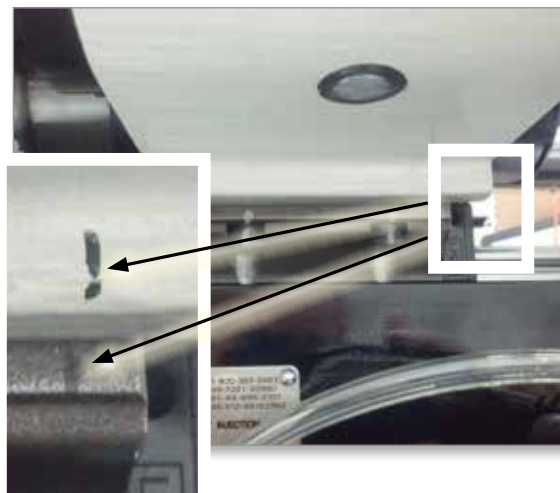

Abbildung 9-5 Position der Linearführung
18. Markieren Sie die Position der Linearführung relativ zum Einspritzgehäuse. Siehe Abbildung 9-5.